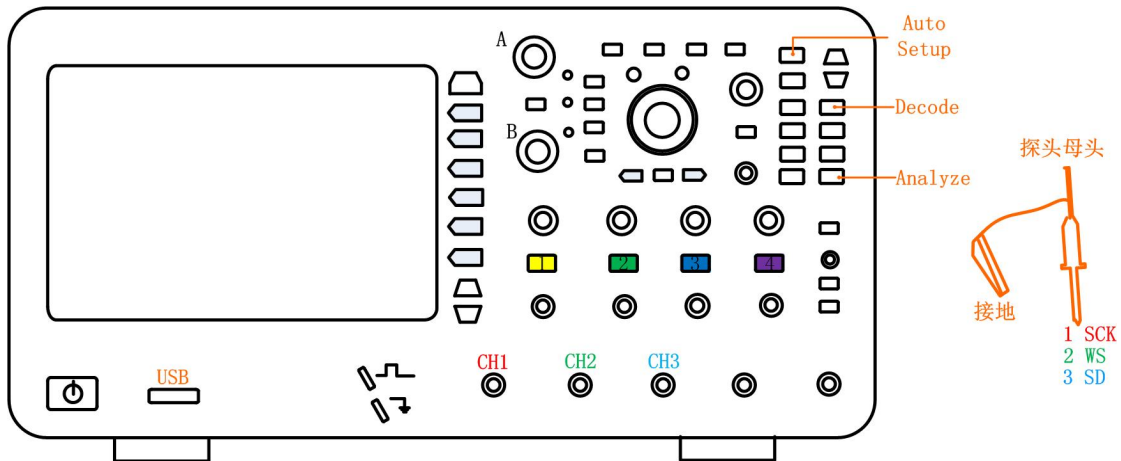

图 2.1 信号接入
- 将 I2S 的时钟和数据信号分别接到通道 1 和通道 2 中，如图 2.1 所示，点击【Auto Setup】一键捕获波形，让波形以较好的效果显示在界面；
- 点击示波器面板上【Decode】键，如图 2.1 所示，进入解码界面；
- 点击面板上的【Analyze】按键，如图 2.1 所示。